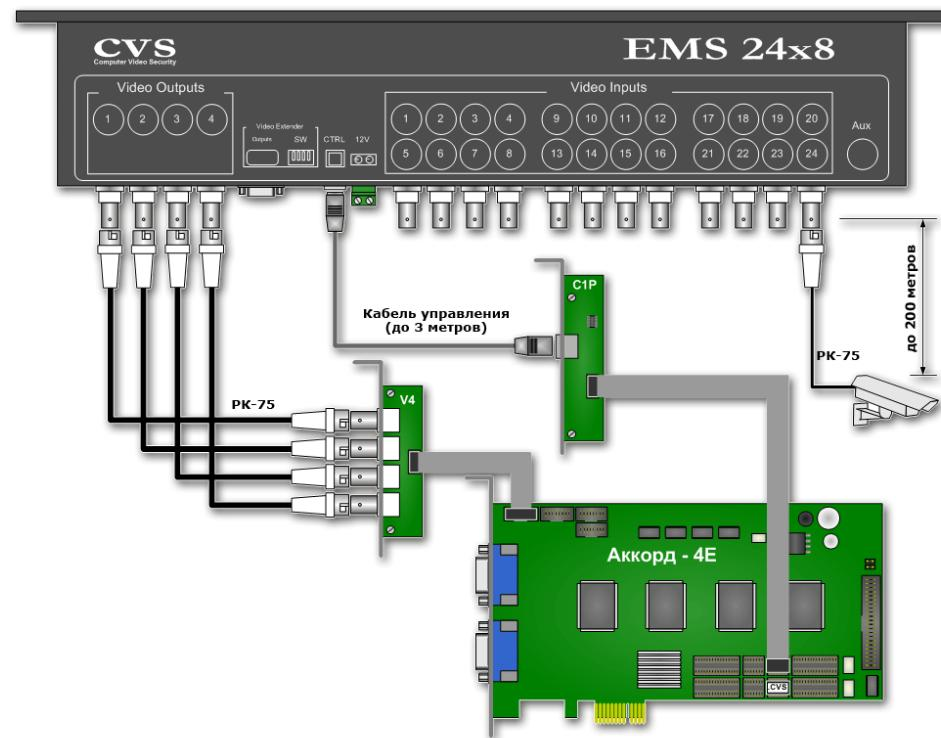

Рисунок 1. Схема подключения оборудования.
Система **CVS 24x8E** представляет собой набор из стандартной платы ввода аналогового видео **Аккорд-4Е** с портом управления **CVS-C1P** и планкой **CVS-V4**, внешнего матричного коммутатора **EMS24x8**, комплекта кабелей с BNC разъемами (4 шт.) и кабеля управления (Рис. 1).
2. Установите плату ввода изображений **Аккорд-4Е** в слот PCI Express x1. В соседние слоты установите планки **CVS-C1P** и **CVS-V4** (Рис. 1).
3. Соедините разъем **Ctrl** блока **EMS** с портом управления **Ctrl** на планке **CVS-C1P** прилагаемым кабелем управления (Рис. 1).
4. Соедините кабелем с BNC разъемами выходы **Out** блока **EMS** и соответствующие разъемы планки **CVS-V4**. Основной канал для оцифровки аналогового сигнала - №1 (Рис. 1). Поэтому: Out 1 соединить с V1, Out 2 соединить с V2, Out 3 соединить с V3, Out 4 соединить с V4.
8. В плату установлен ключ защиты **CVS-CHIP** (Рис. 1). Для получения лицензионного файла необходимо на электронную почту cvsnt@cvsnt.ru отправить письмо, указав в теме и в теле письма серийный номер платы. В ответ на посланное письмо придет письмо с лицензионным файлом **<serial_number>.lic**. Его необходимо разместить в каталоге **LIC*.***.